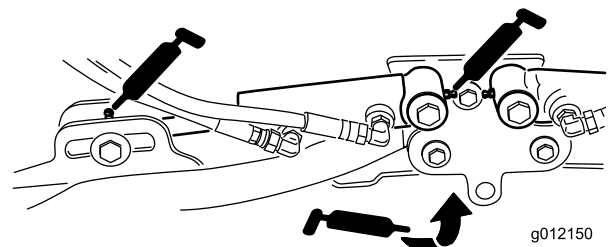

Bild 105
- Hubarmzylinder des Mähwerks (2) (Bild 105)
- Hubarmgelenke (1) (Bild 105)